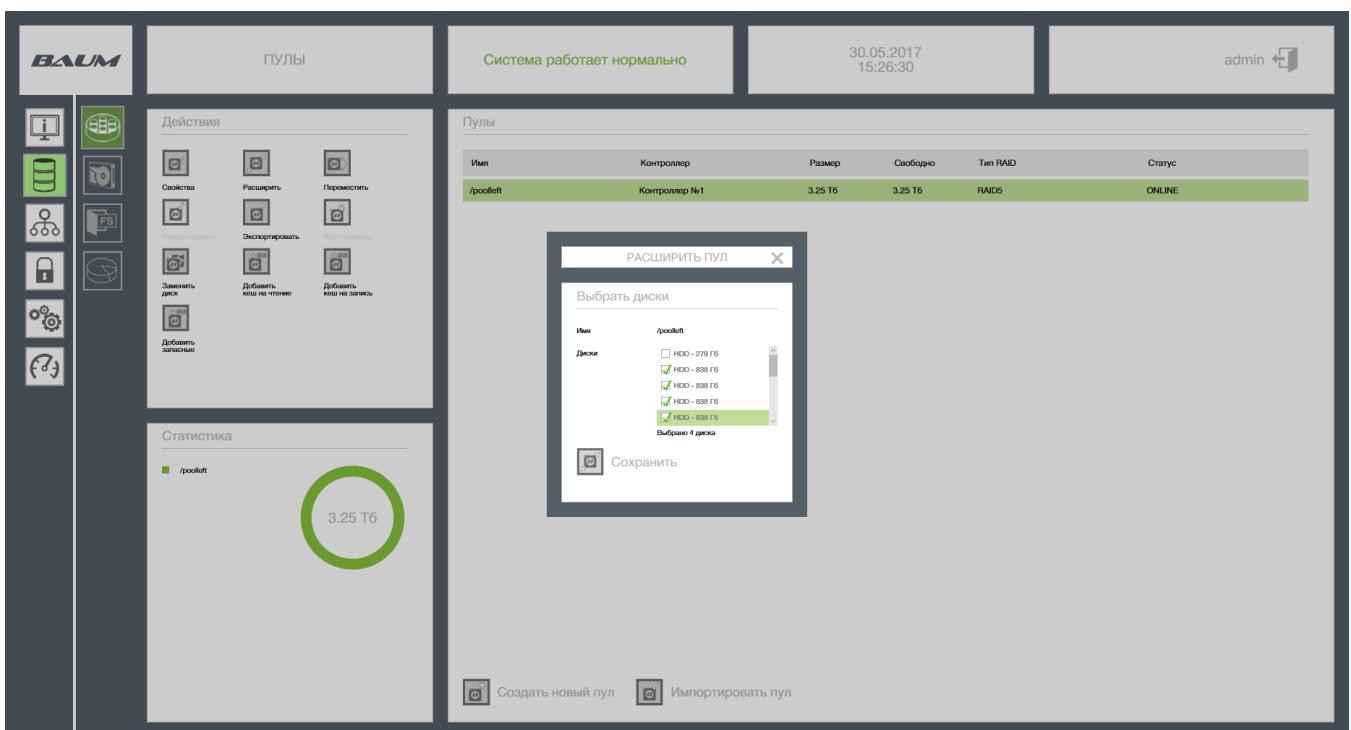

Рисунок 37 – Добавление дисков в пул
- 4) Выбрать диски, которые необходимо добавить в пул (см. Рисунок 37).